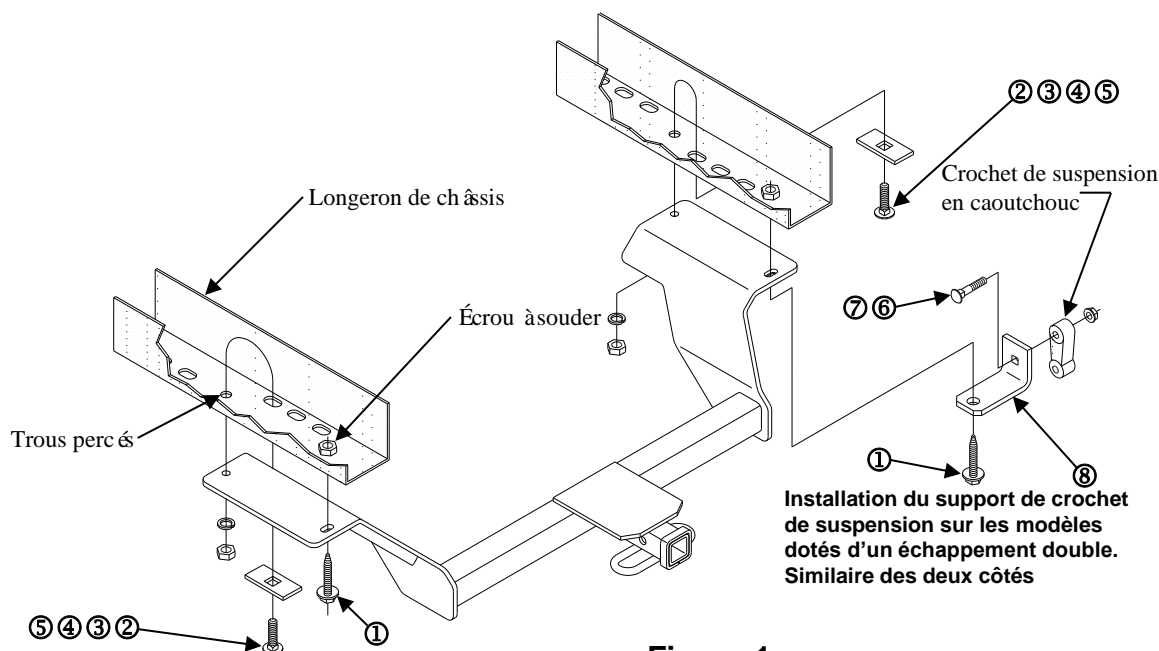

Figure 1
3. Baisser l'attelage et mettre en place les boulons de carrosserie et les blocs à l'aide d'un fil de tirage, comme illustré à la figure 1.
4. Soulever l'attelage en position et installer la visserie restante comme illustré à la figure 1. L'écran thermique, s'il est présent, sera intercalé entre le châssis et le support latéral de l'attelage à l'installation.